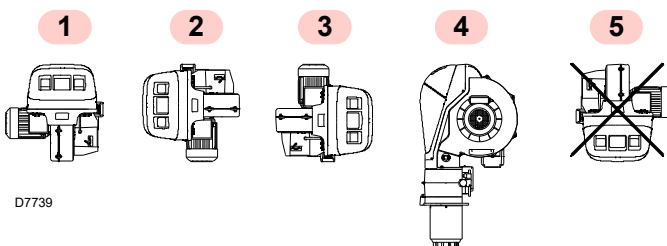

Fig. 9
- El quemador está preparado para funcionar exclusivamente en las posiciones **1, 2, 3 y 4** (Fig. 9).